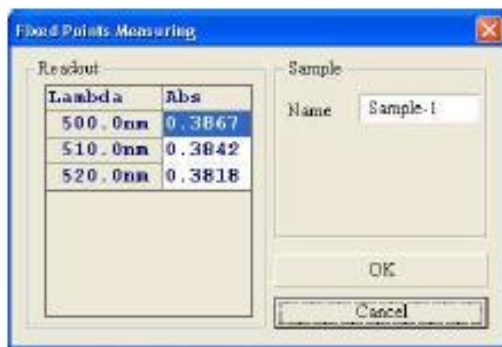

Fig. 4-4
7. Ponga la muestra en el compartimento de muestra. click start o  para Comenzar una nueva medida. Ahora verá algo similar a la figura (Fig 4-4). Introduzca el nombre de la muestra en el nombre en la pantalla de visualización.